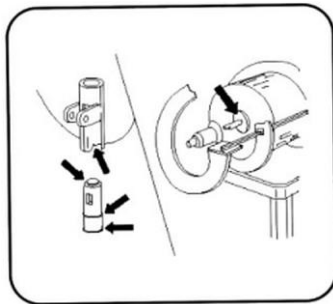

Fig. 14
15. Les endroits marqués sur la fig. 14 doivent être humidifiés chaque jour ou après chaque nettoyage soigneux.